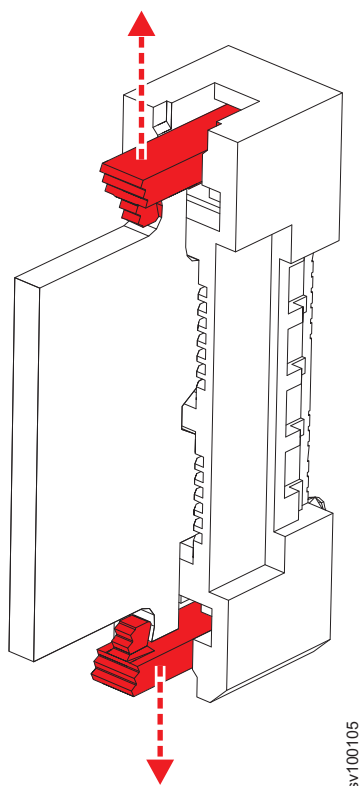

図 210. 2145-SV1 ノードのメイン・ボードからの TPM の取り外し
8. 273 ページの図 210 に示すように、TPM の側面にあるロック・クリップを押して外します。